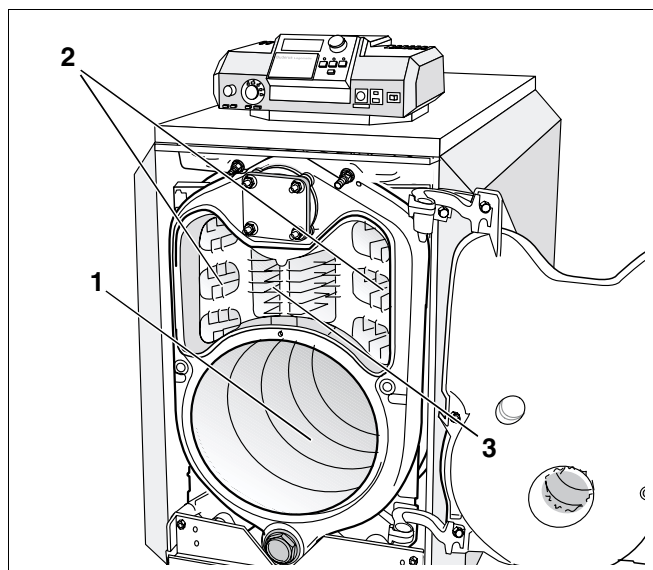

Fig. 70 Curățarea traseelor gazelor de evacuare
- Se scot plăcile de ghidare de la traseul pentru gazele de evacuare 2. (Fig. 70, **Poz. 2**) și 3. (Fig. 70, **Poz. 3**) (vezi capitol 12.3 "Ridicarea temperaturii gazelor de ardere", pagina 55).